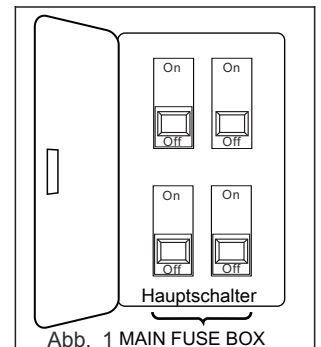

Abb. 1 MAIN FUSE BOX
1. Stellen Sie die Stromversorgung der Steckdose wieder her, indem Sie den Strom am Hauptsicherungskasten einschalten. (Abb. 1)